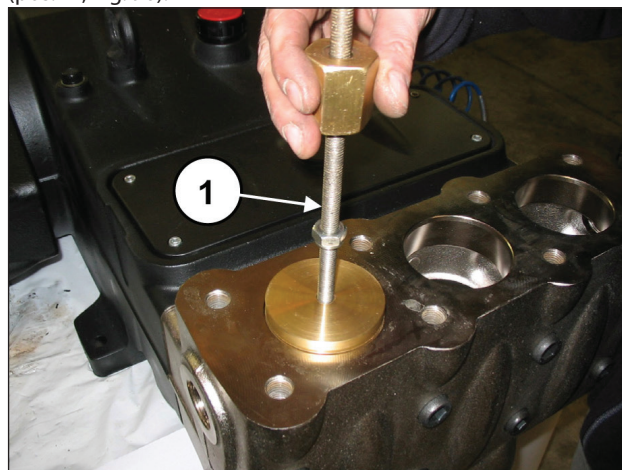

Fig. 90
Estrarre il tappo valvola mediante l'utilizzo di un estrattore a massa battente da applicare al foro M10 del tappo valvola (pos. ①, Fig. 90).